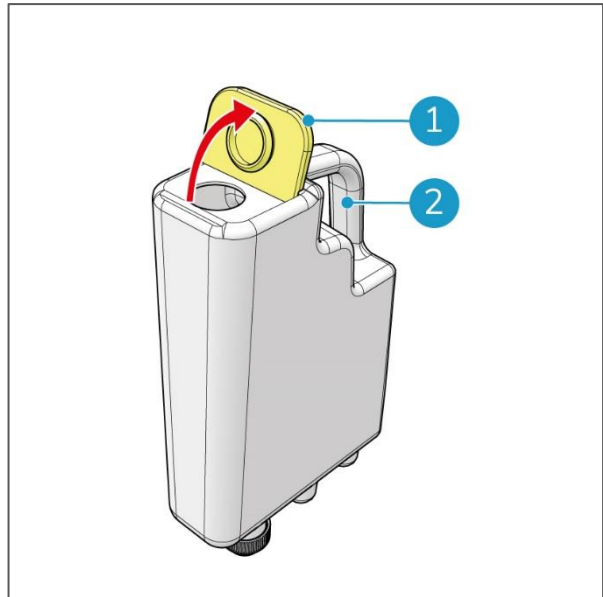

Figura 52
1. Extrae el depósito de detergente por el asa (Figura 52, pos. 2) y colócalo sobre una superficie plana.
2. Abre el tapón de llenado amarillo (Figura 52, pos. 1).